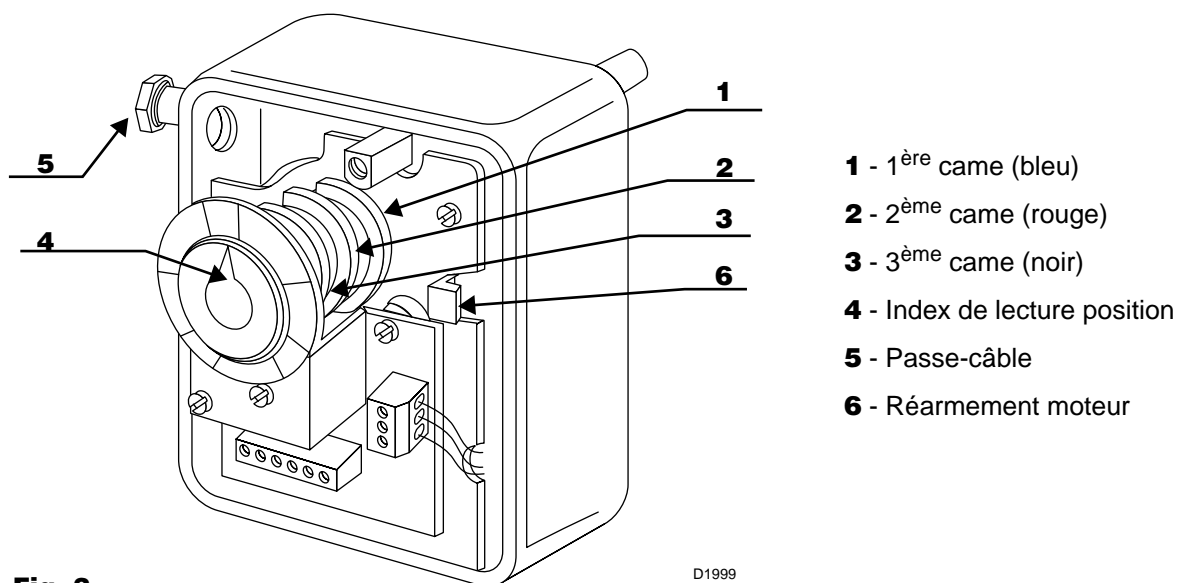

Fig. 2
- Débloquer la came (1) (fig. 5) du moteur du servomoteur en pressant le réarmement 6) fig.2.